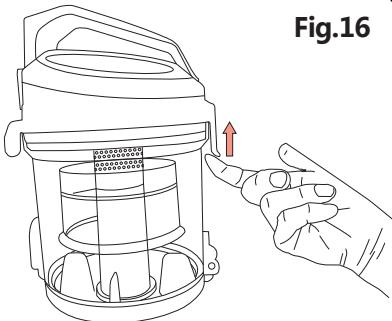

Fig.16
(3) Como na fig.16, rode a tampa HEPA para separá-la da tampa da câmara.